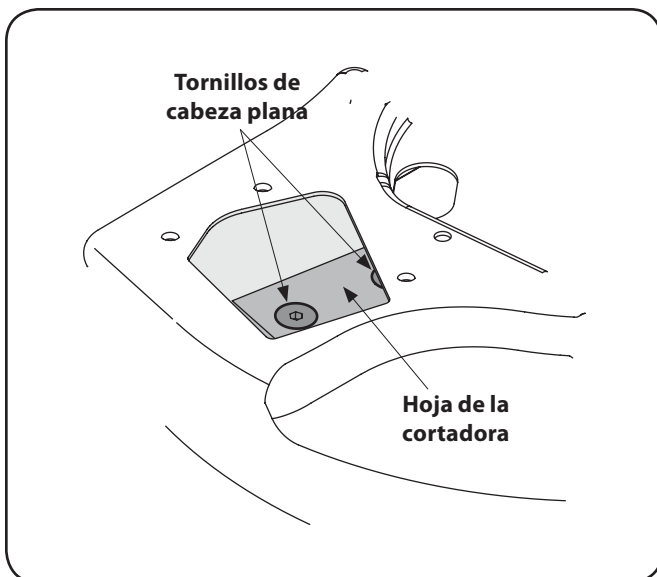

Figure 7-5
9. Mediante una llave Allen de 3/16", retire los tornillos de cabeza plana que sujetan la hoja de la cortadora al motor. Dichos tornillos son accesibles a través de la abertura que se creó cuando retiró el canal de la cortadora anteriormente. Vea la fig. 7-5.